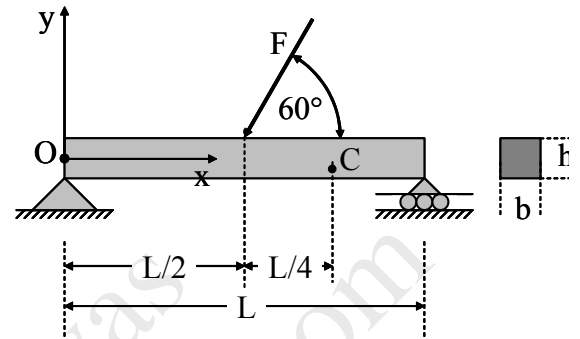

Figure 2
2. Considering the simply-supported beam illustrated in Fig. 2, calculate the principal stresses and their orientation at a point C located at a distance of $h/4$ from the bottom of the cross-section. Take $F = 10\text{kN}$, $L = 4\text{m}$, $h = 5\text{cm}$ and $b=h/2$ (25 pts).
- En considérant la poutre sur appuis simples illustrée à la Fig. 2, calculez les contraintes principales et leur orientation au point C situé à une distance $h/4$ de la fibre inférieure de la section. Prenez $F = 10$ kN, $L = 4$ m, $h = 5$ cm et $b=h/2$ (25 pts).